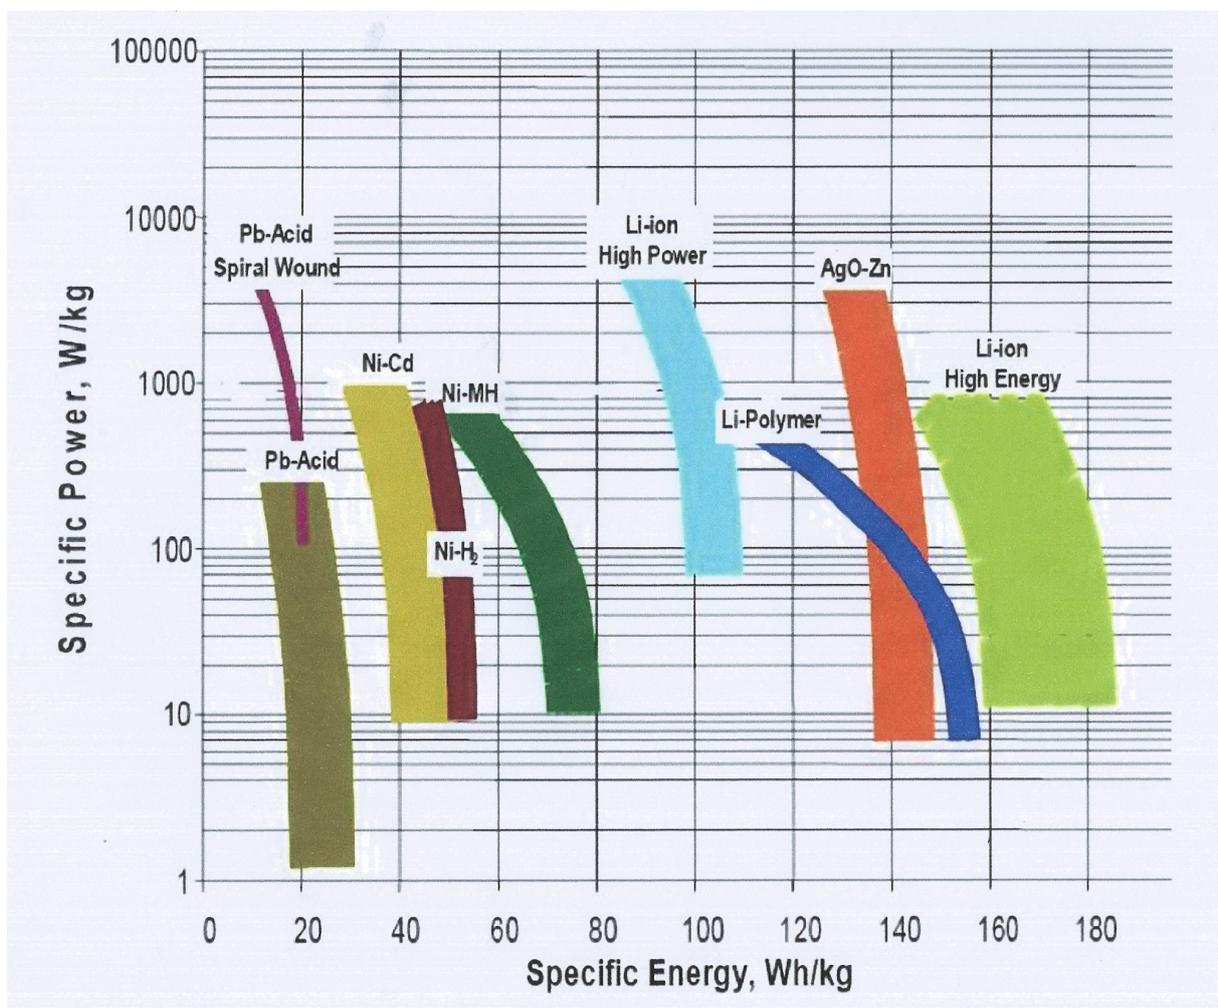

Figure 5 Puissance massique en fonction de l'énergie massique pour différentes technologies d'accumulateurs⁵
d) La figure 5 présente les puissances et énergies massiques accessibles en fonction des différentes technologies d'accumulateurs.